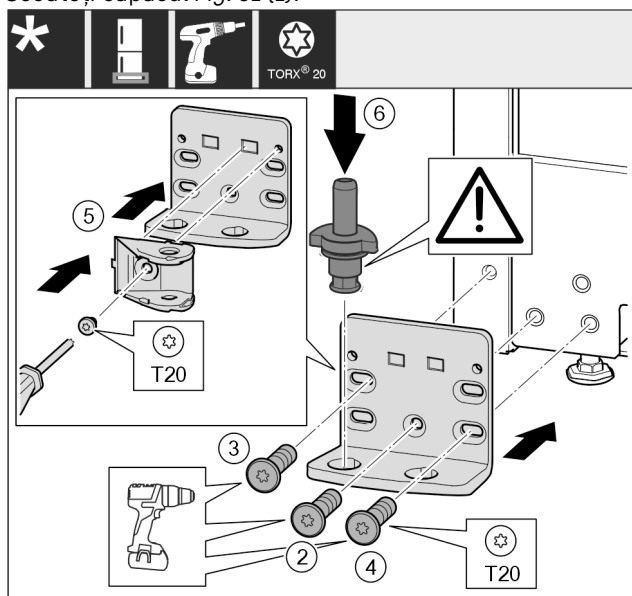

Fig. 32
- ▶ Aplicați suportul de lagăr pe partea opusă și înșurubați-l cu ajutorul unei șurubelnițe. Începeți cu șurubul Fig. 32 (2) de jos din centru.
- ▶ Înșurubați ferm șurubul Fig. 32 (3) și șurubul Fig. 32 (4).
- ▶ Rotiți îmbinarea amortizorului de închidere Fig. 32 (5) cu 180°. Înșurubați pe partea opusă a suportului de lagăr cu șurubelnița.
- ▶ Introduceți complet bolțul de lagăr Fig. 32 (6). Aveți grijă aici ca respectiva camă de fixare să fie îndreptată către înapoi.